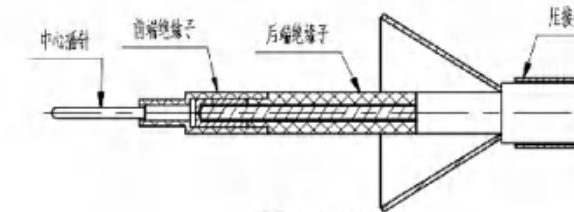

图 4.1-12
⑤按图 4.1-12 前端绝缘子装在中心插孔上, 前端绝缘子尾部紧靠后端绝缘子的台阶部。